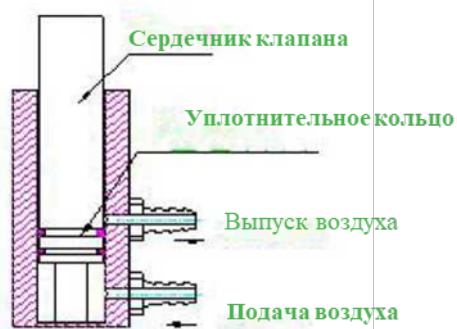

Рисунок 9 Подвесной клапан
(1) Перекрыть подачу воздуха.
(2) Ослабить крепежный винт и снять подвесной клапан. Извлечь сердечник клапана и осмотреть уплотнительное кольцо (см. рис. 9).